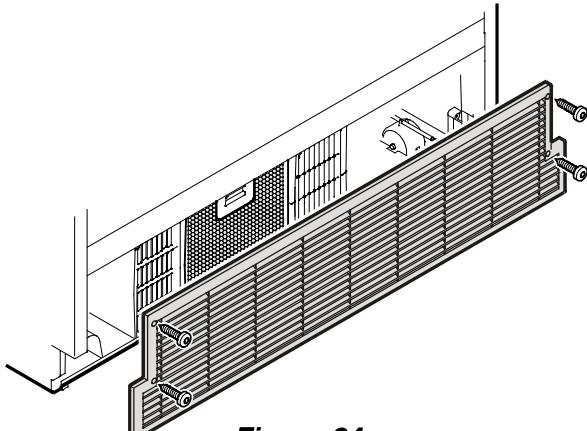

Figura 24
- Abra el cajón inferior del congelador y destornille la rejilla de aireación - **Figura 24.**